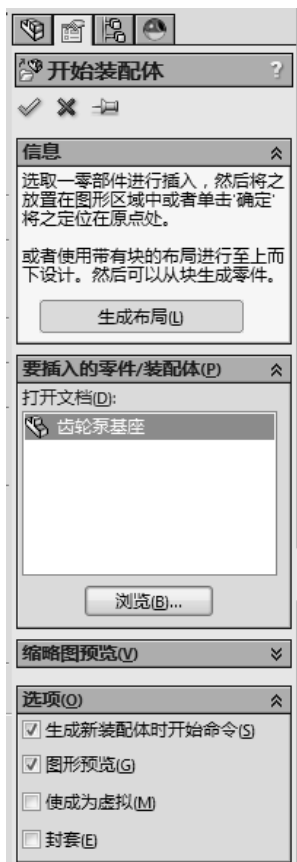

图 10-2 设置开始装配体操控板
- [1] 设置开始装配体属性, 单击【浏览】按钮, 打开一现有文件齿轮泵基座, 如图 10-2 所示。